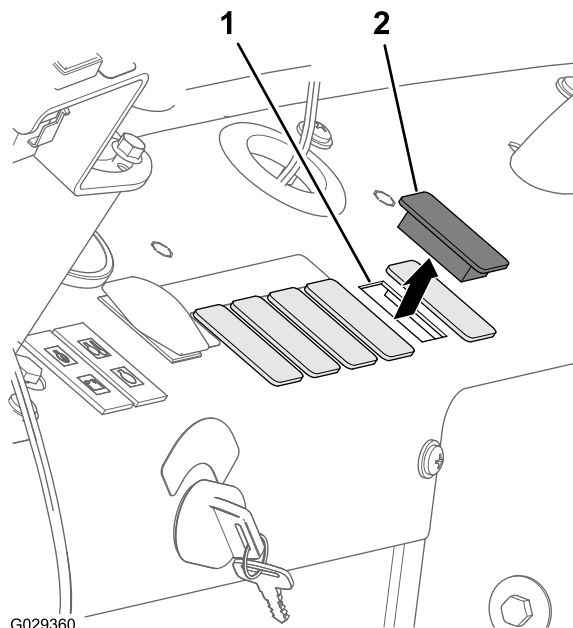
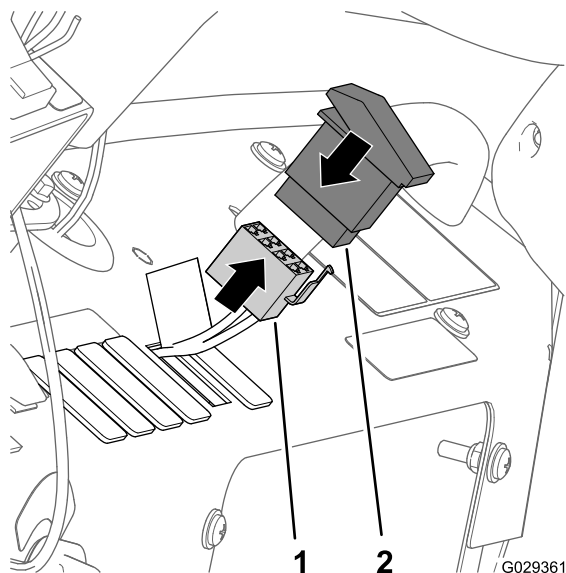

Figura 27
Figura 28
1. Rimuovete la 5° spina a destra nel cruscotto della macchina (Figura 27).
2. Allineate il connettore a 8 prese attraverso l'apertura del cruscotto e collegate il connettore (Figura 28) ai pin sul retro dell'interruttore a bilanciere a 2 posizioni (interruttore ON/OFF DEL COMPRESSORE).
3. Montate l'interruttore nel cruscotto e premete l'interruttore fino a quando non scatta in posizione nell'apertura (Figura 27 e Figura 28).